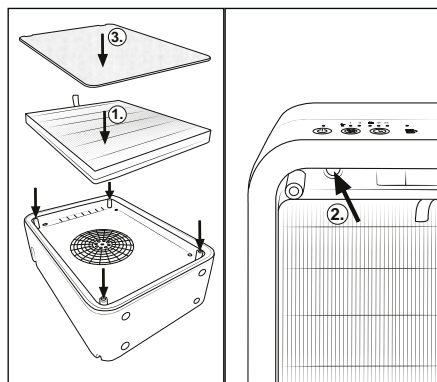

Fig. 7
- ◆ Inserire il nuovo filtro EPA **7** nell'apparecchio (vedere fig. 7).
- ◆ Tenere premuto il tasto reset filtro **8** per 3 secondi (vedere fig. 7). L'apparecchio ha ora riconosciuto il nuovo filtro.
- ◆ Applicare la copertura **6** all'apparecchio (vedere fig. 7).